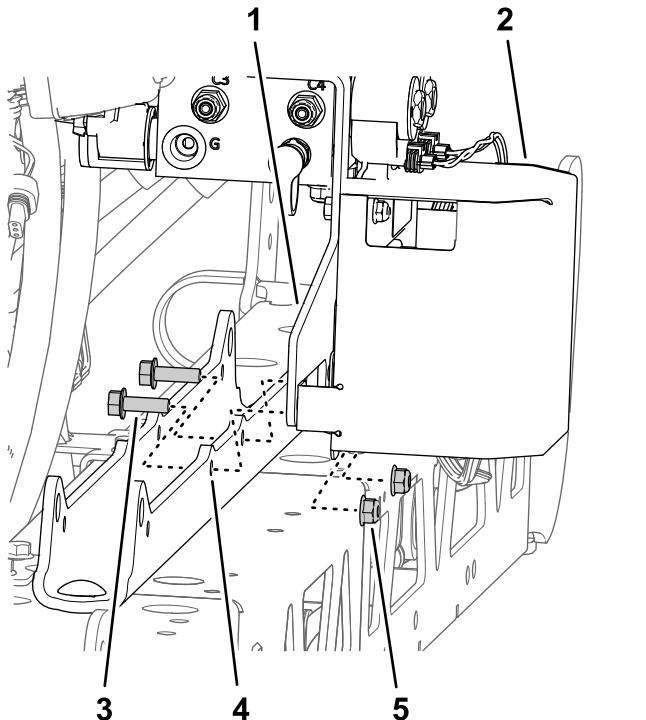

Рисунок 95
- B. Установите опорный кронштейн и кронштейн контроллера ТЕС на крепление цилиндра (Рисунок 95) при помощи 2 болтов с фланцевыми головками (5/16 x 1 дюйм) и фланцевых контргаек (5/16 дюйма), снятых при выполнении пункта 1 раздела Демонтаж коллектора подъема секции со средней секции опрыскивателя \(страница 24\).